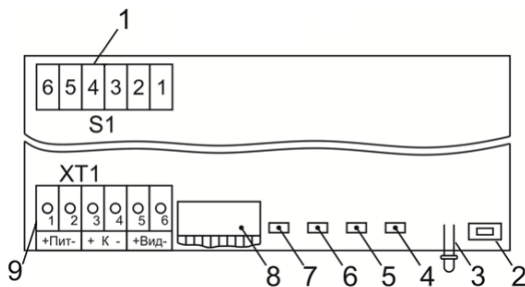

Рис. 4. Расположение элементов коммутации и индикации оптического блока
На плате оптического блока извещателя (см рисунок 4) установлены:
Переключатели «1» и «2» блока переключателей S1 (см. рисунок 4, поз. 1) позволяют изменять порог срабатывания извещателя. Положения переключателей «1» и «2», соответствующие порогу срабатывания излучателя, приведены в таблице 2.
б) Единичный индикатор (см. рисунок 4, поз. 3) красного цвета для индикации режима работы извещателя:
в) Единичные индикаторы (см. рисунок 4, поз. 4 – 7) зеленого цвета для индикации текущего уровня сигнала при юстировке извещателя.
Извещатель обеспечивает следующую индикацию режимов своей работы свечением единичного индикатора красного цвета (см. рисунок 4 поз. 3), расположенного на плате оптического блока извещателя, а также дублирует индикацию режимов работы свечением единичного индикатора красного цвета на ВУОС (при его наличии):
7.4.9 Выставить переключателями «1» и «2» блока переключателей S1 (см. рисунок 4, поз. 1) требуемый порог срабатывания извещателя, устанавливая переключатели в положения в соответствии с таблицей 2. Порог срабатывания следует увеличивать в помещениях с высокой загазованностью (в гаражах, горячих цехах и т.д.). В помещениях, где признаком возгорания являются небольшие концентрации дыма, порог срабатывания (снижение интенсивности луча) следует уменьшить (см. таблицу 2).